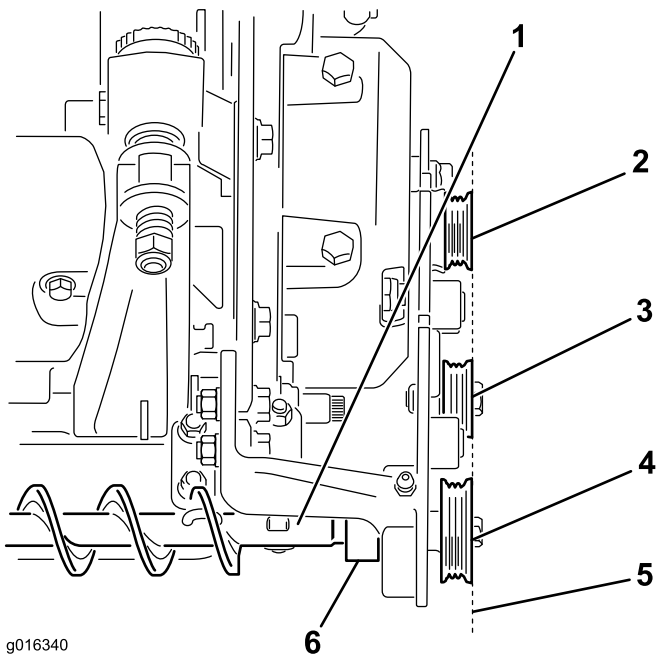

Bild 20
A. Fluchten Sie die Riemenscheiben mit der Spanscheibe und den Riemenscheiben aus; bewegen Sie die Rollenbürste nach vorne und hinten zwischen der rechten und linken Stütze, siehe Bild 20.